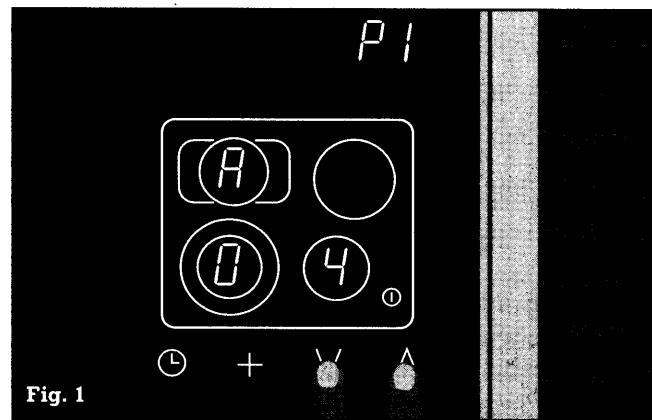

Fig. 1
- Tryck lätt på symbolerna V och A när värmezonens är på. Nu hörs en signal. Håll fingrarna några sekunder på symbolerna tills du hör en signal till och texten P / blinkar på timerns displayfält. Släpp fingrarna från symbolerna. I värmezonernas displayfält syns nu R 04, dvs. du har ställt in en uppkokningstid på 4 minuter (fig. 1).